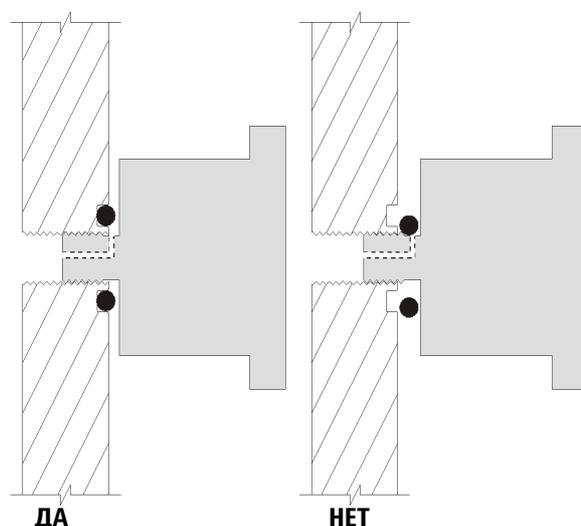

Рис. 16 Ручка клапана напуска МС
- Поверните ручку клапана напуска (Рис. 16) против часовой стрелки *только* на 3/4 оборота или пока не услышите шипящий звук воздуха, поступающего в камеру анализатора.